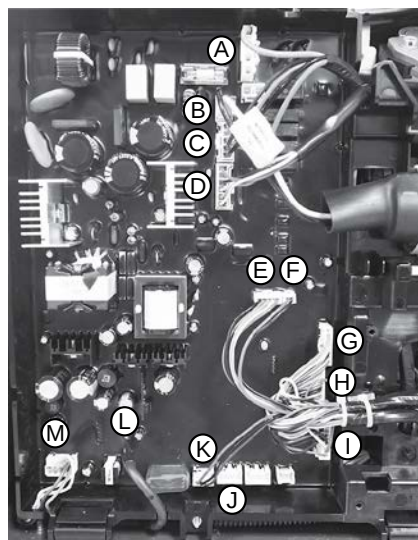

Figura 53 - Puntos de conexión del mazo de cables.
- 17** Usando la Figura 53, retire los mazos de cables E - I y K.